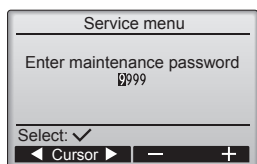

Fig. 6-2
- ① Dans le Menu principal, sélectionnez «Service» puis appuyez sur la touche .
- ② Lorsque le menu SAV est sélectionné, une fenêtre apparaît et vous invite à saisir le mot de passe. (Fig. 6-2)